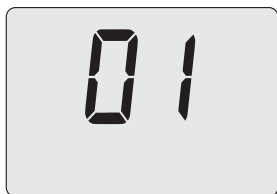

Figura 7.6
- Premendo il tasto 17 sul display LCD appare il numero 01, indicante l'entrata nell'attivazione della "funzione spazzacamino" alla potenza minima (Figura 7.6).